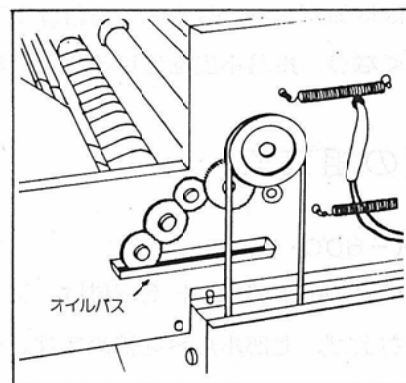
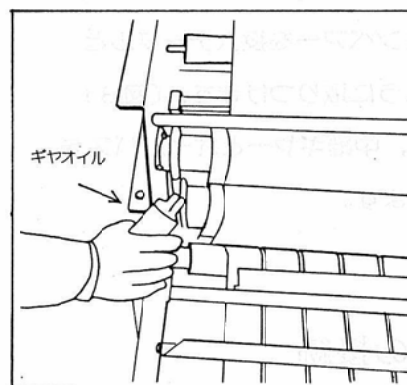

図 4
図 5
駆動ギヤのオイルバス(図4)と加圧ローラーベアリングのオイルバス(図5)に付属のギヤオイルを注入して下さい。(アサヒ純正オイルをご使用下さい。)
1. 駆動ギヤと加圧ローラーのオイルバスは毎月一回はチェックしてオイルを補充して下さい。(図4・5)